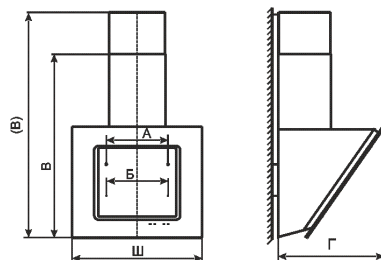

рис. 2
- навесьте вытяжку через отверстия типа «замочная скважина» и дополнительно закрепите ее двумя самонарезающими винтами 6x50 мм (размер Б, рис. 2).
- вверните два самонарезающих винта 6×50 мм (размер А, рис. 2);